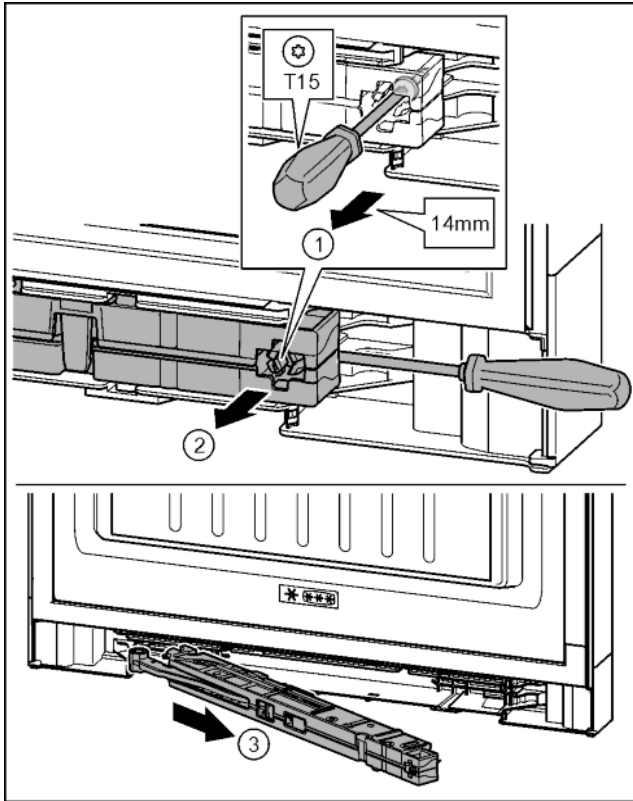

Fig. 21
- A záráscsillapító egységnél T15 csavarhúzóval kb. 14 mm mm-rel engedje ki a csavart. Fig. 21 (1)
- A fogantyú oldalán csavarhúzóval nyúljon a záráscsillapító egység mögé. Forgassa előre az egységet. Fig. 21 (2)
- Húzza ki az egységet. Fig. 21 (3)